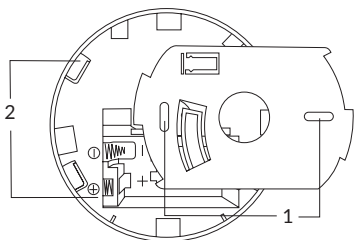

Fig. 9
- 6.5.** Per installare il dispositivo, è necessario fissare la base al soffitto. Per farlo, individuare il punto di installazione, forare i fori per i tasselli e fissare la base utilizzando le viti fornite nel kit. Successivamente, fissare il corpo del dispositivo alla base, inserendo i due ganci caratteristici situati sul perimetro della base (fig. 9) nei due fori allungati presenti sul corpo del dispositivo (fig. 9). L'ultimo passaggio consiste nel ruotare il corpo in senso orario.